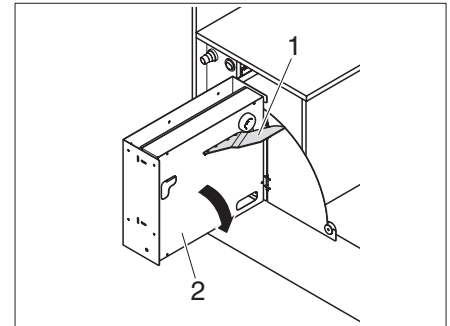

Bild 76 Gaslågan fälls ner
- ▶ Stödplåten (Bild 76,1) fälls ut och gaslågan (Bild 76,2) vrids sedan ner.